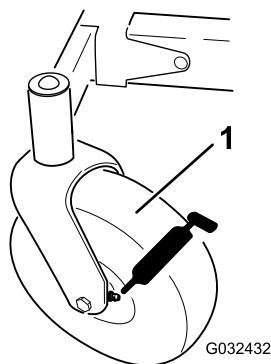
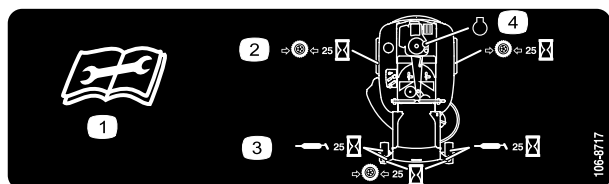

Figura 38
Figura 39
3. Limpe os encaixes de lubrificação (Figura 38 e Figura 39) com um trapo.
4. Ligue uma pistola de lubrificação ao encaixe (Figura 38 e Figura 39).